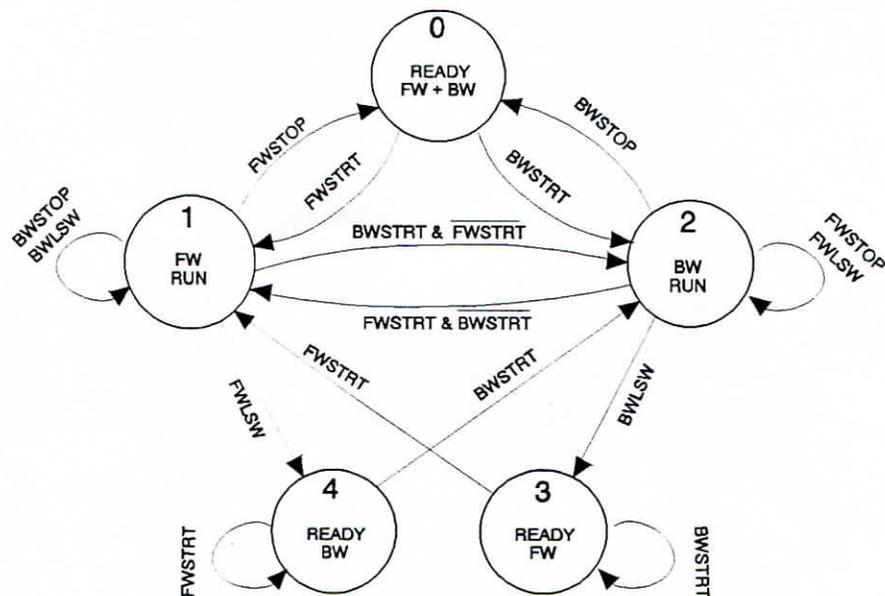

Figure 3:
- **Mode 1:** Le commutateur 6 "CMD OPT" est fermé (ON, à gauche), la broche 2 du connecteur est appelée **BWSTRT** (Backward Start), la broche 3 est appelée **FWSTRT** (Forward Start), l'action des entrées est donnée par la figure 3.